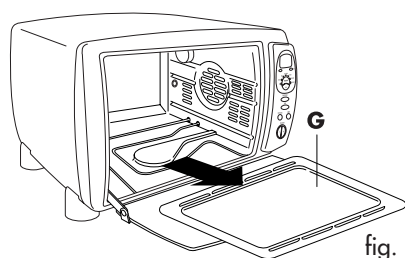

fig. 11
Extraiga la bandeja recogemigas (G) del fondo del horno (consulte la fig. 11). Lávela a mano. Si la suciedad le resulta difícil de eliminar, enjuague la bandeja con agua caliente con jabón y si es necesario, frótelas de forma delicada, sin rayarla.